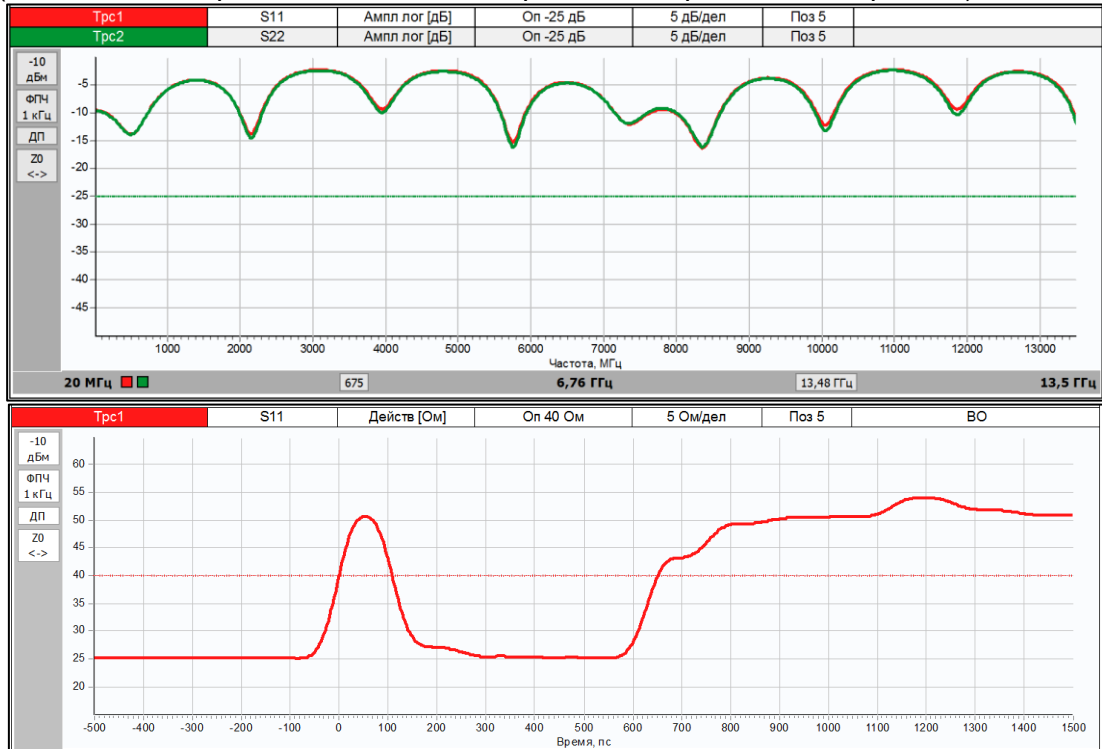

Рис. 9. АЧХ и переходная характеристика после установки $Z'_{ref_1} = 25$ Ом.
12. После установки требуемого значения импеданса в сечении, совпадающем с плоскостью калибровки, появляются искусственные неоднородности, наблюдаемые на переходной характеристике (Рис. 9). Неоднородности обусловлены скачком волнового сопротивления с искусственных 25 Ом измерительного тракта на 50 Ом начала и конца Beatty-стандарта (данные неоднородности являются переходом с тракта Z_{ref} на тракт Z_0).